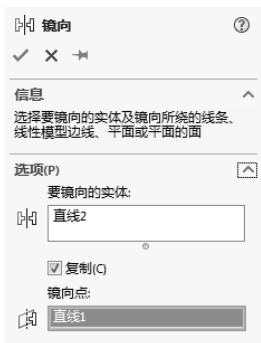
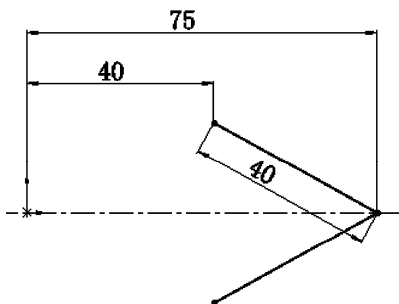

图 9-26 “镜像”属性管理器
图 9-27 镜像草图
② 选择“工具”→“草图工具”→“镜像实体”菜单命令，或者单击“草图”工具栏中的（镜像实体）按钮，或者单击“草图”控制面板中的“镜像实体”按钮，弹出“镜像实体”属性管理器。选择步骤 1) 创建的直线作为要镜像的实体，选择水平中心线为镜像点，选择“复制”复选框，如图 9-26 所示。单击（确定）按钮，结果如图 9-27 所示。